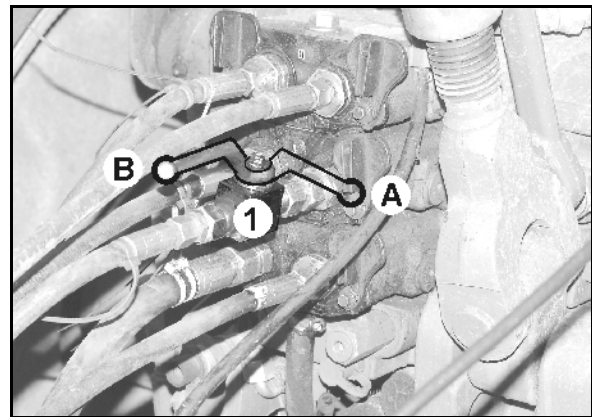

Рис. 37
4. Закройте шаровой кран (Рис. 37/1) (позиция А).